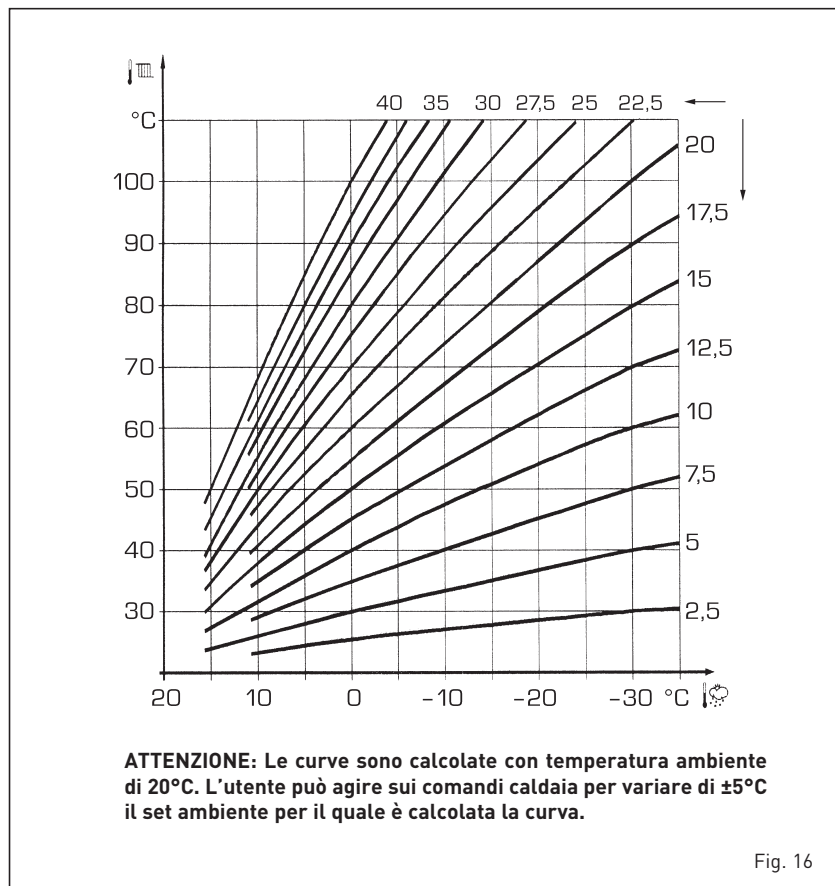

Fig. 16
3.5 Sonda esterna FORNITA DI SERIE (fig. 16)
La caldaia è fornita di serie con sonda esterna (SE). In questo caso, i SET riscaldamento sono ricavabili dalle curve climatiche in funzione della temperatura esterna e comunque limitati entro i valori di range descritti al punto 3.3 (parametri PAR 25 per la zona 1, parametri PAR 26 per la zona 2). La curva climatica da impostare è selezionabile da un valore 3 e 40 (a step di 1). Aumentando la pendenza rappresentata dalle curve di fig. 16 si incrementa la temperatura di mandata impianto in corrispondenza alla temperatura esterna.